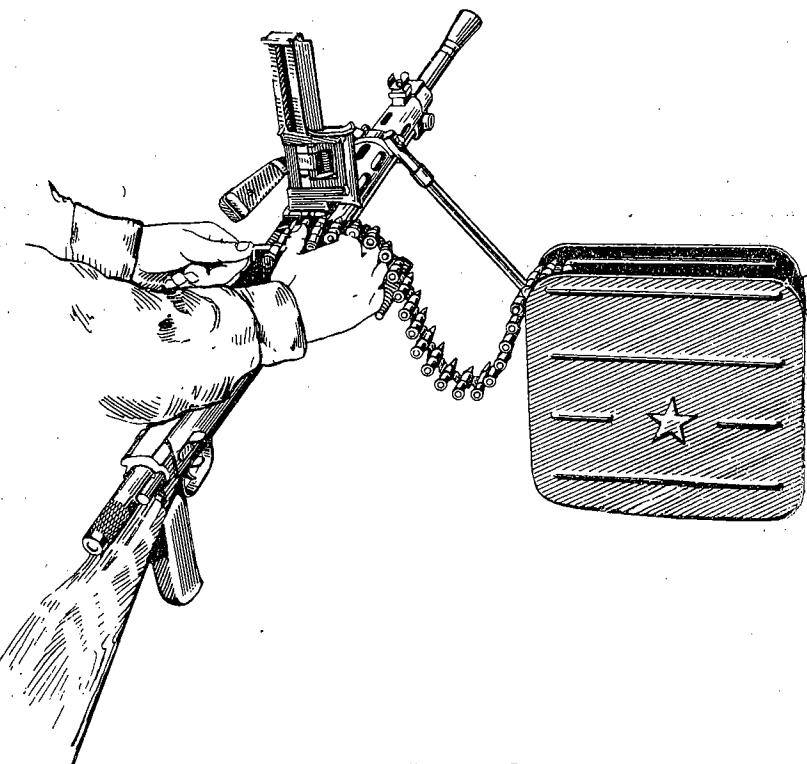

Рис. 74. Заряжение пулемета
- взять снаряженную патронами ленту левой рукой за наконечник, а правой рукой за промежуточную часть (рис. 74), вложить первый патрон в зацепы движка приемника (лента в коробке должна быть уложена открытой частью звеньев вверх);